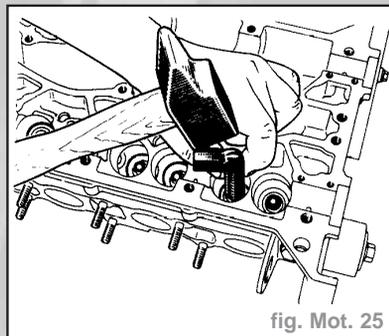

fig. Mot. 25
- Changer les joints d'étanchéité de queues des soupapes. Pour la repose s'aider d'une clé tube de **11 (Type Nervus)** (fig. Mot. 25).